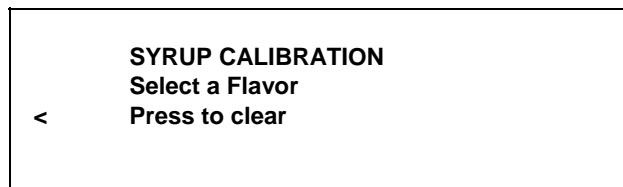

Abbildung 45
3. Anschließend das Kalibrierungssymbol  betätigen, um die Sirupkalibrierfunktion zu starten. (Siehe Abbildung 45.)